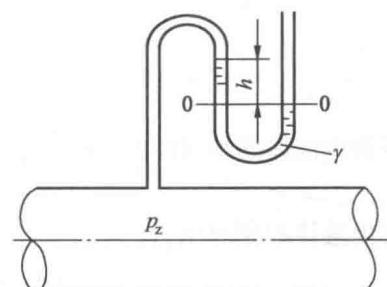

图 1-6 题 6
- 图 1-6 所示为一吸风管道，已知 U 形管中的水面高差 $h = 300 \text{ mm}$ ，求风管中的真空度 p_z 。